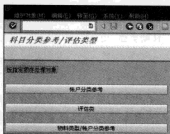

图 7-77 “科目分类参考/评估类”界面
STEP 1 在命令栏输入 SPRO 命令，通过菜单选择“物料管理→评估和科目设置→科目确定→定义评估类”选项，或者直接在命令栏中输入“OMSK”命令，弹出“科目分类参考/评估类”界面，如图 7-77 所示。在此界面中对应的处理对象有 3 个，分别为“账户分类参考”、“评估类”、“物料类型/账户分类参考”等。